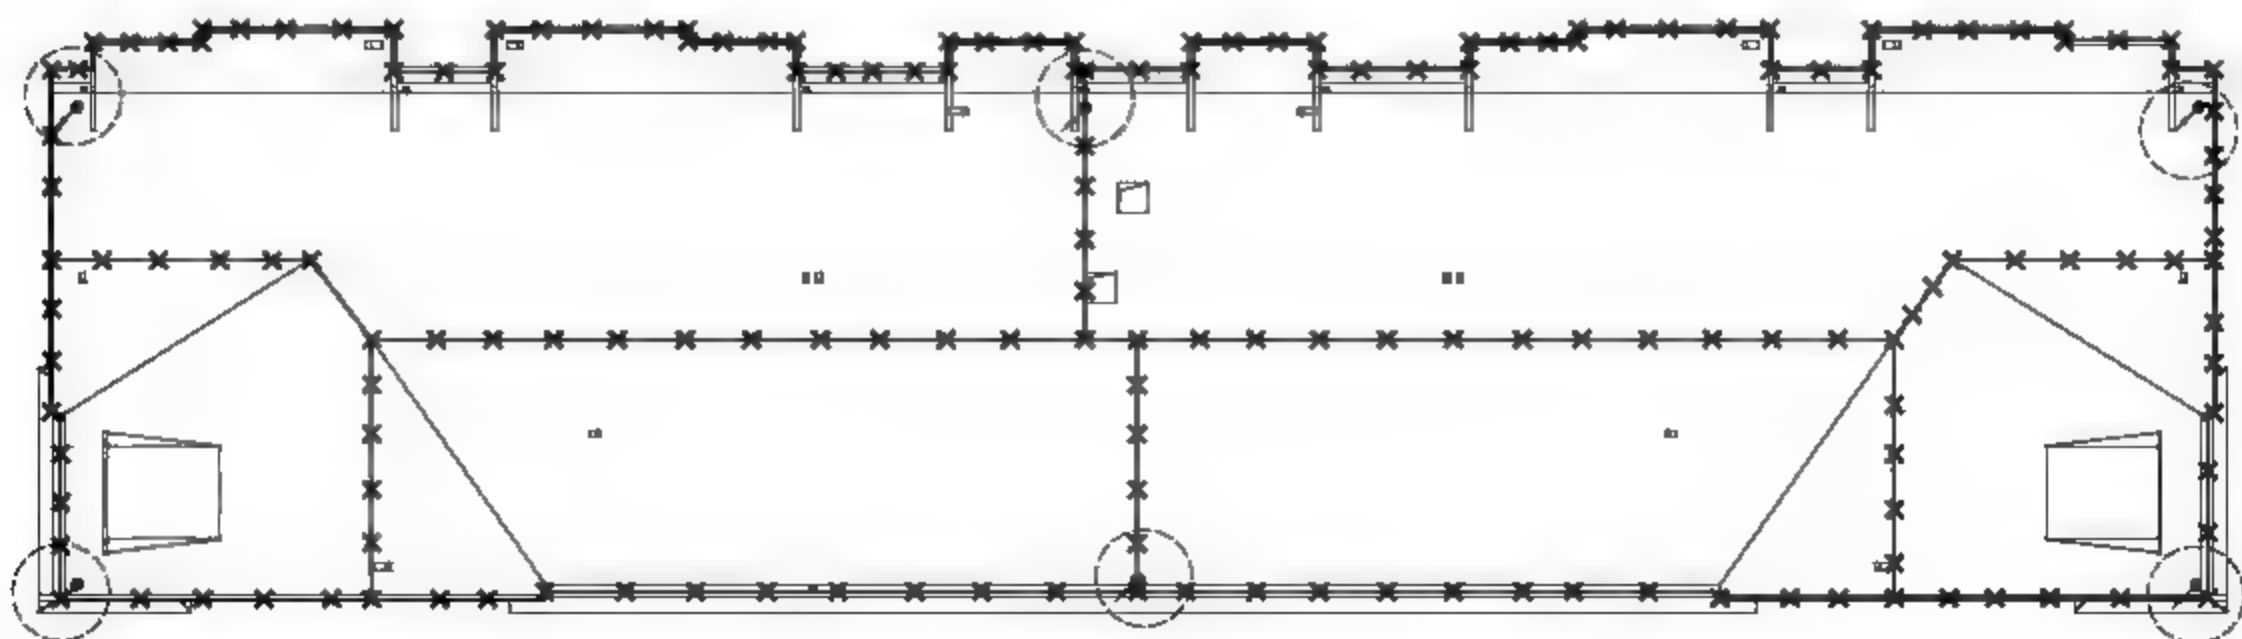

图12-27 布置引线
**04** 调入引线图块。打开本书配备资源中的“素材\第12章\电气图例.dwg”文件，选择地下引线图块，将其复制至当前图形中，如图12-27所示。